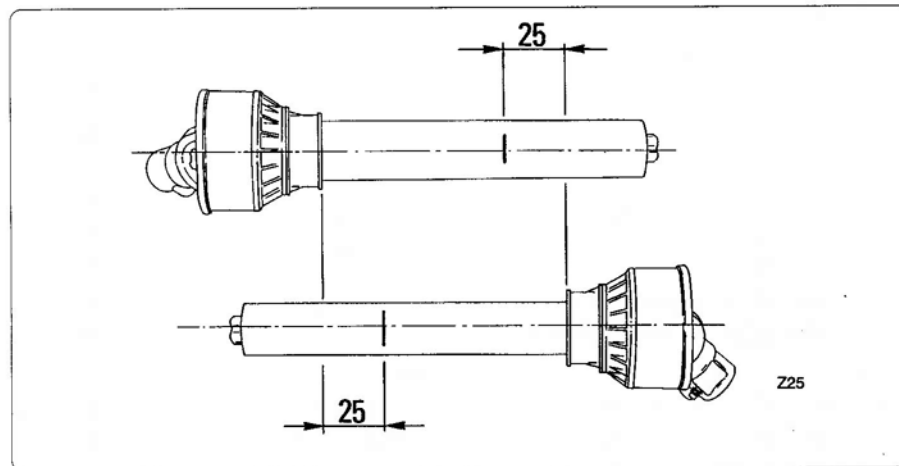

fig. 4.2.1
ome da fig. 4.2.1.
- *Using a felt-tip pen, matchmark the place where the two halves must be shortened, measuring 25 mm from the beginning of each half, as shown in fig. 4.2.1.*
- Faire une marque au feutre à l'endroit où les deux demi-arbres doivent être raccourcis, en mesurant 25 mm du début de chaque demi-arbre, voir fig. 4.2.1.
- *Mit einem Filzschreiber markieren, wo die beiden Wellenhälften abzusägen sind, indem man 25 mm vom Beginn jeder Wellenhälfte mißt, vgl. Abb. 4.2.1.*